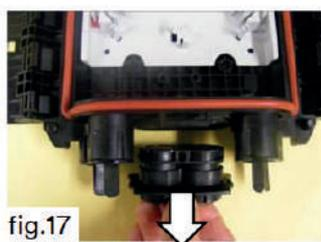

fig.17
3. Extraire le bouchon, entrée double (fig.17).